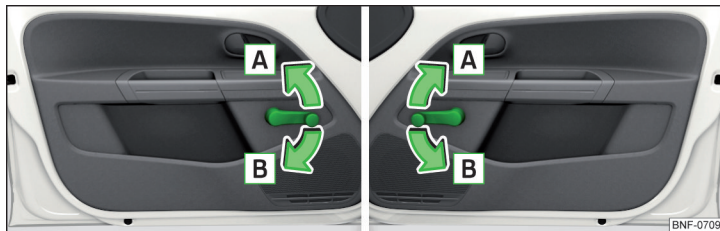

Fig. 35 Rudebetjening: I venstre side / I højre side
- Drej håndsvinget i pilens retning **A** for at **åbne** » Fig. 35.